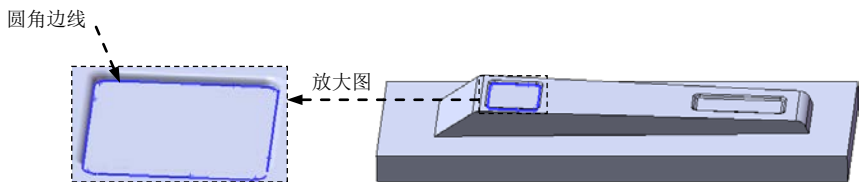

图 12.2.28 圆角边线
(2) 定义圆角类型。采用系统默认的圆角类型。
(3) 定义圆角对象。选取图 12.2.28 所示的边线为要圆角的对象。
(4) 定义圆角的半径。在 **圆角项目(I)** 区域的  文本框中输入圆角半径值 1.0, 选取 ☒ **切线延伸(G)** 复选框。
(5) 单击  按钮, 完成圆角 7 的创作。